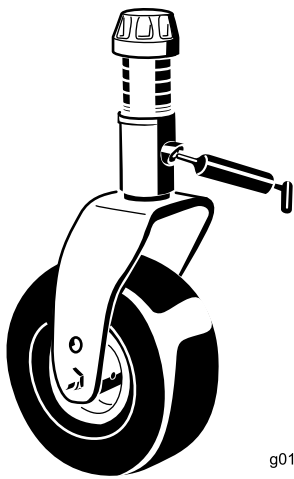

Figura 48
- 1 boccola dell'albero della forcella della ruota orientabile (Figura 48)